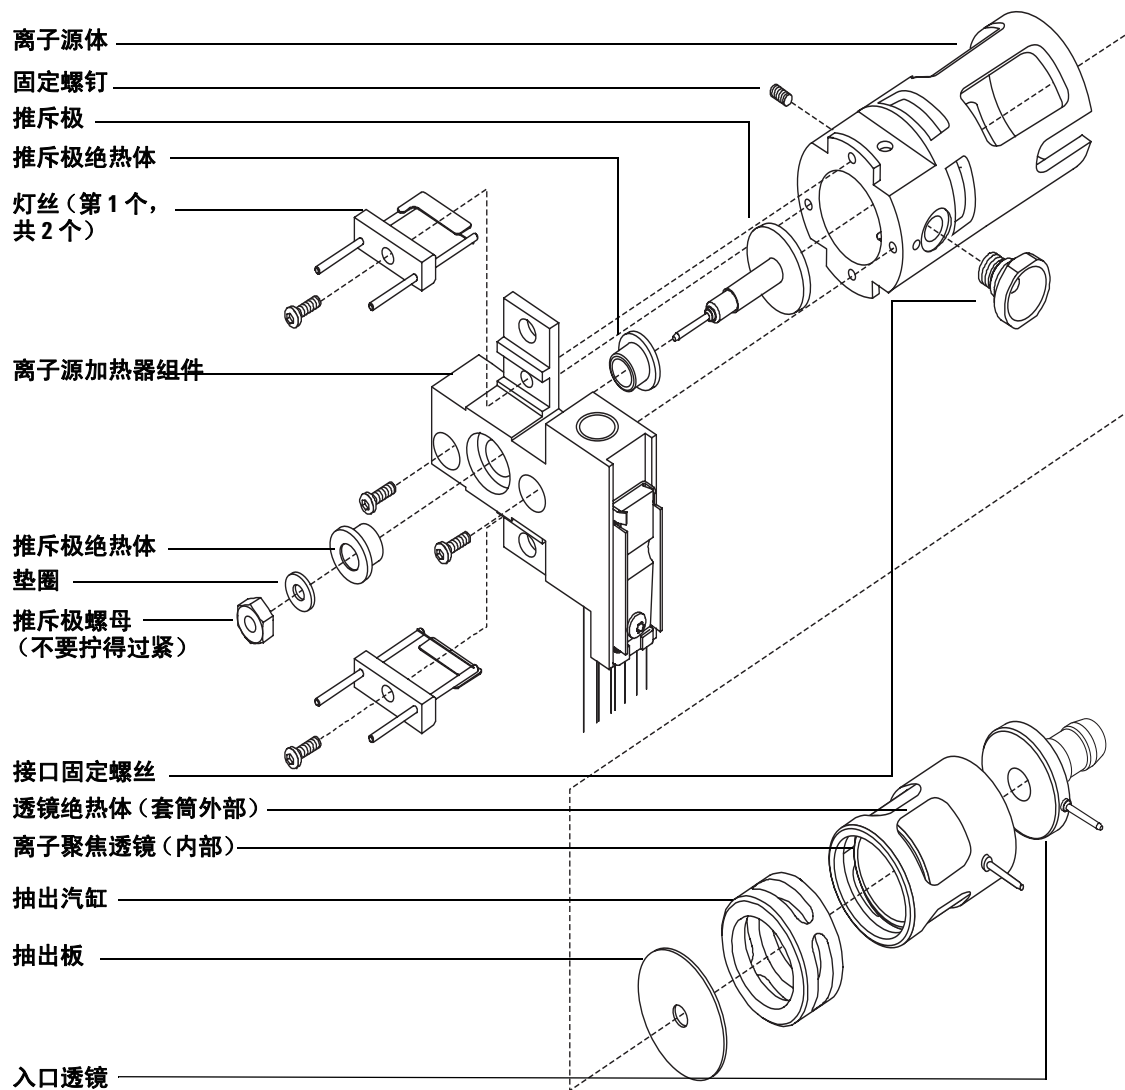

图 23 组装离子源
- 1 组装离子聚焦透镜、入口透镜和透镜绝热体（见图 23）。
- 2 将抽出板和抽出汽缸滑入离子源体中（见图 23）。